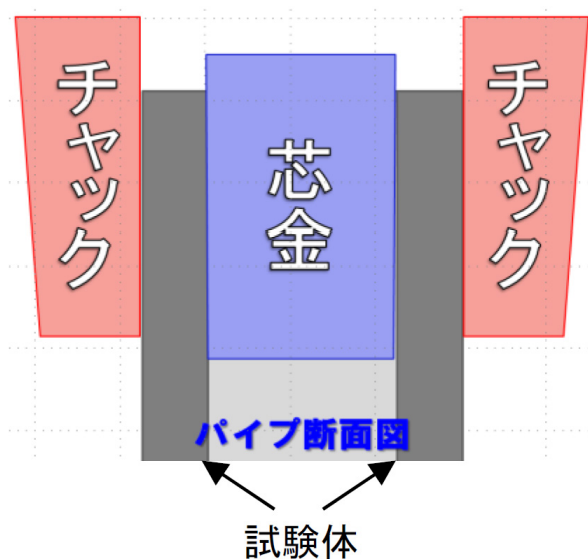
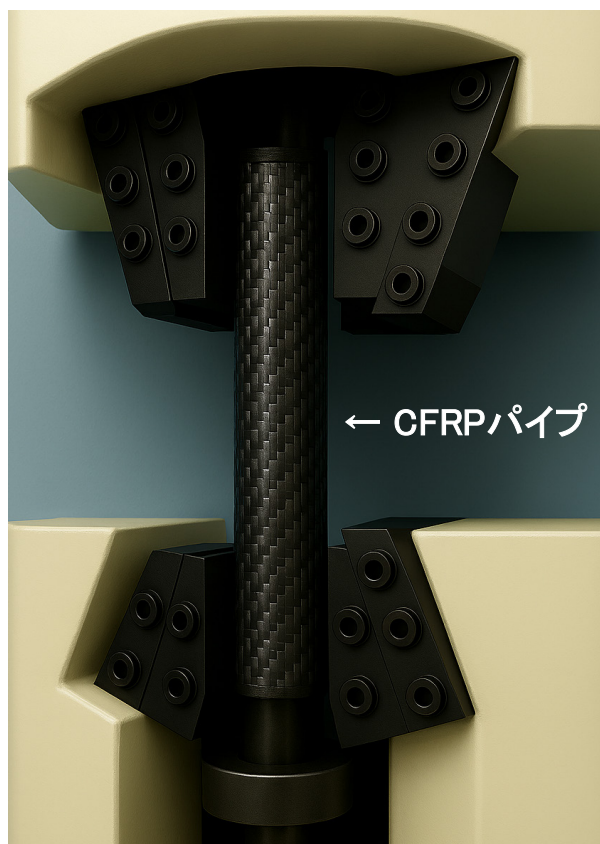

図1 つかみ部の概略
図2 CFRPパイプ引張試験 イメージ図
- ・つかみ部が変形しないよう、芯金治具を装着(図1、図2)